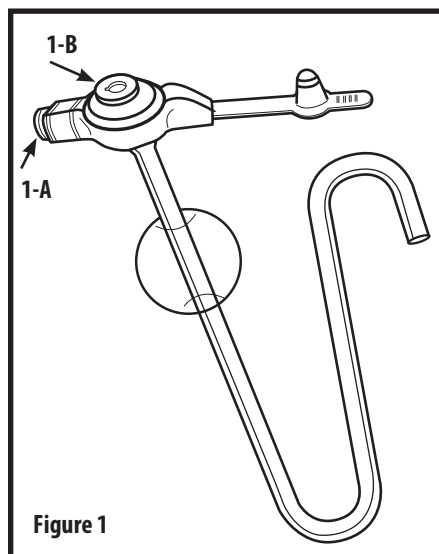

Figure 1
- セットの一部である 6 ml のルアー スリッパ シリンジで、5 ml の滅菌水または蒸留水をバルーンポートから注入して、バルーンを拡張させます。(図 1-A を参照)
- 開通性を確認するには、6 ml のルアー スリッパ シリンジを使って、空腸ポート (図 1-B 参照) から水を流し入れます。